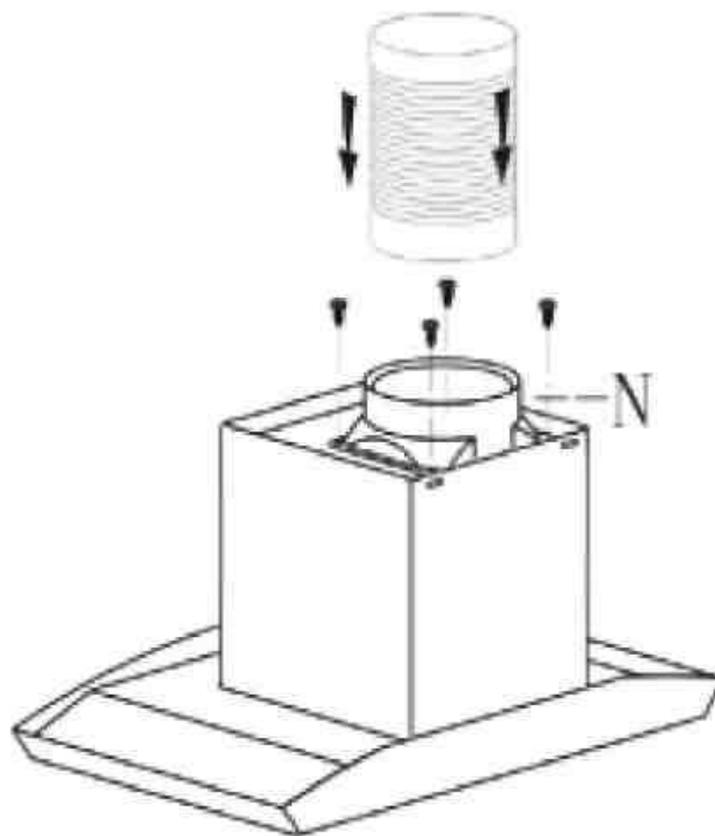

Рис. 12
Убедитесь в том, что был установлен соединительный патрубок („N“) на верхнюю часть вытяжки при помощи двух винтов, которые являются составной частью упаковки (рис.). При помощи трубки диаметром 125 мм соедините патрубок (N) в верхней части вытяжки (смотрим рис. 12) с трубопроводом отвода кухонного пара имеющего сечение минимально 150 см2.